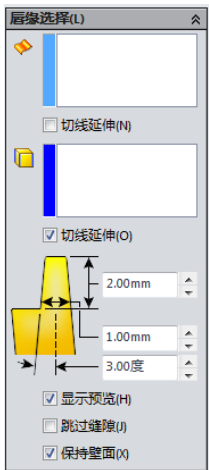

图 6-51 唇缘参数设置
- ：选择要生成唇缘的实体或零部件，选择此选项后激活唇缘参数设置，如图 6-51 所示。